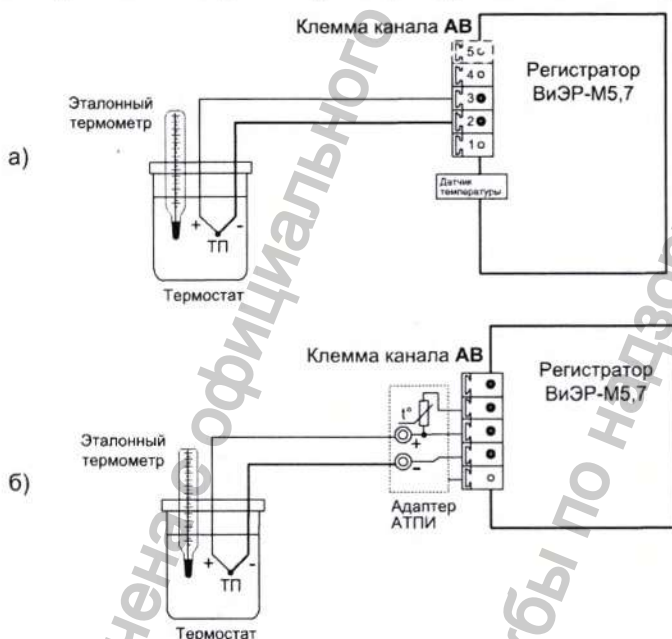

Рисунок 3.1 Схема подключения регистратора при определении погрешности компенсации значения температуры ХС:
* Регистратор может комплектоваться адаптерами для компенсации Тхс АТПИ (стр. 5), поверка компенсации Тхс в этом случае проводится с указанием в поле «Изм-е Тхс» номер того канала, к которому подключен соотв. адаптер (см. рисунок 3.1).